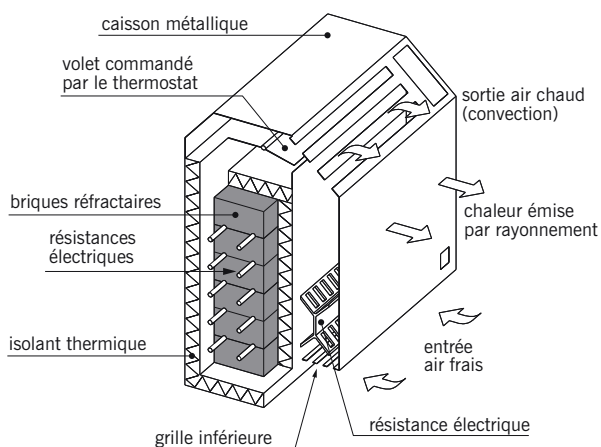

fig. 17.8
- L'**accumulateur statique compensé** dont le caisson possède des ouvertures hautes et basses qui créent une convection naturelle (fig. 17.8).